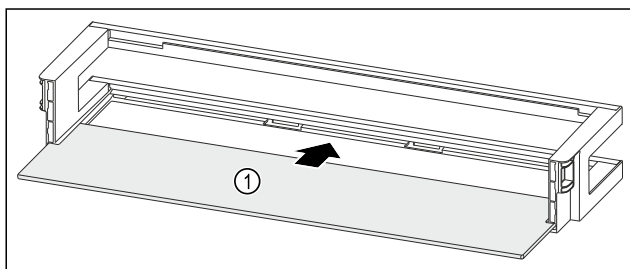

Fig. 241 Balconnet de contre-porte avec tablette de rangement
- Insérer la tablette de rangement Fig. 241 (1) dans les évidements latéraux.